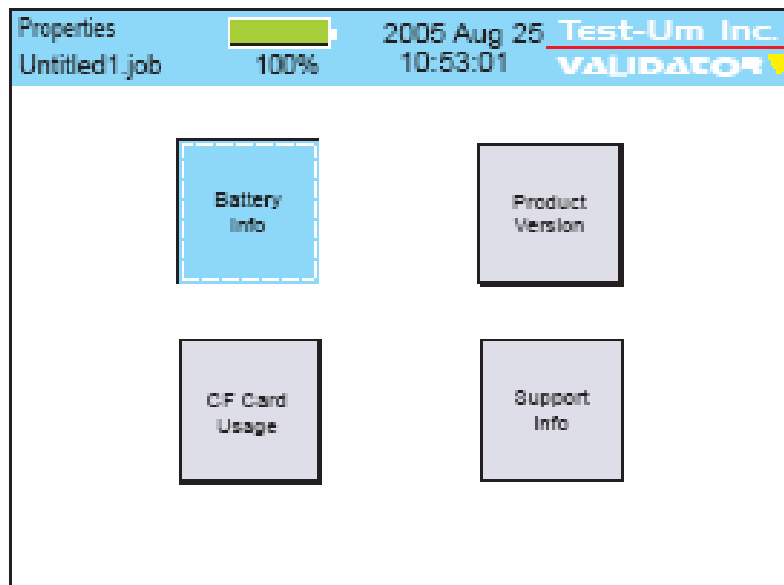

Figure 22 : Menu **Properties**
**Properties** (voir figure 22, page 38)
Le menu **Properties** (figure 22) affiche 4 boutons qui vous permettent d'accéder à des informations internes sur l'état de charge de la batterie, les niveaux de révision du produit, l'espace libre disponible sur la carte Compact Flash et l'assistance JDSU.